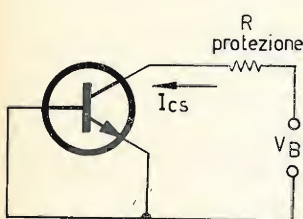

figura 3
3) Misura di  $I_{cs}$ : per la quale il montaggio realizzato è quello di figura 3.